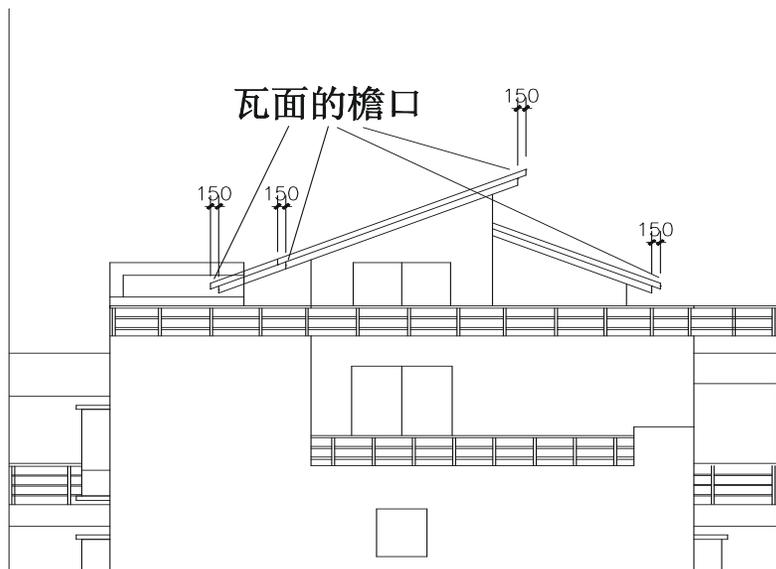

图 12-1-77
**STEP 36** 使用偏移命令 OFFSET 将瓦面边沿线偏移 150 再使用修剪命令 TRIM 对其进行修剪，绘制出的瓦面檐口如图 12-1-77 所示。